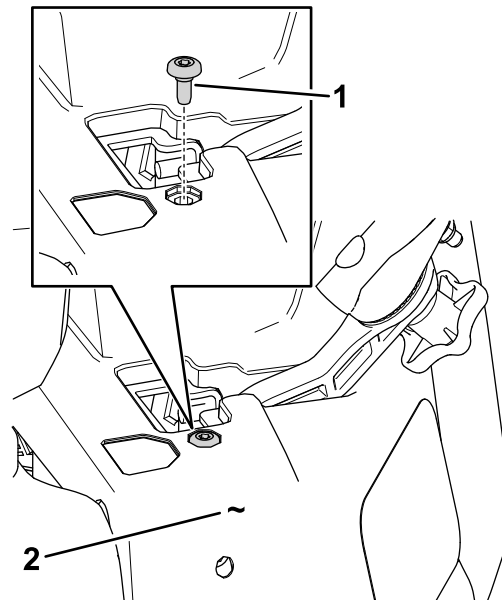

Bild 6
1. Entfernen Sie die vorhandene Ansatzschraube mit der die linke Verkleidung an der Maschine befestigt ist (**Bild 6**).